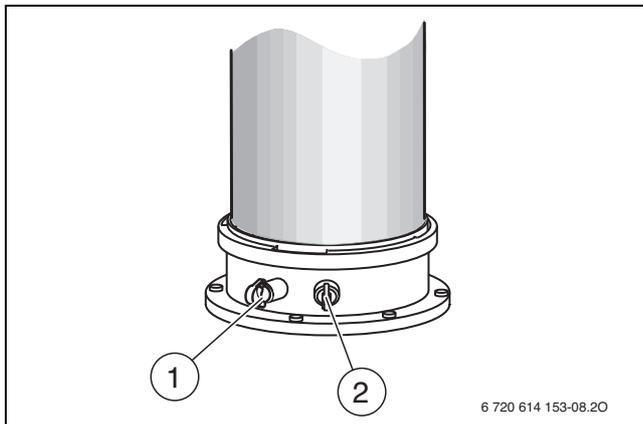

Fig. 46 Racor de medición de gases de escape y de aire de combustión
- ▶ Retirar el tapón de la boquilla de medición del aire de combustión (→ fig. 46, [2]).
- ▶ Retirar el tapón de la boquilla de medición del gas de escape (→ fig. 46, [1]).